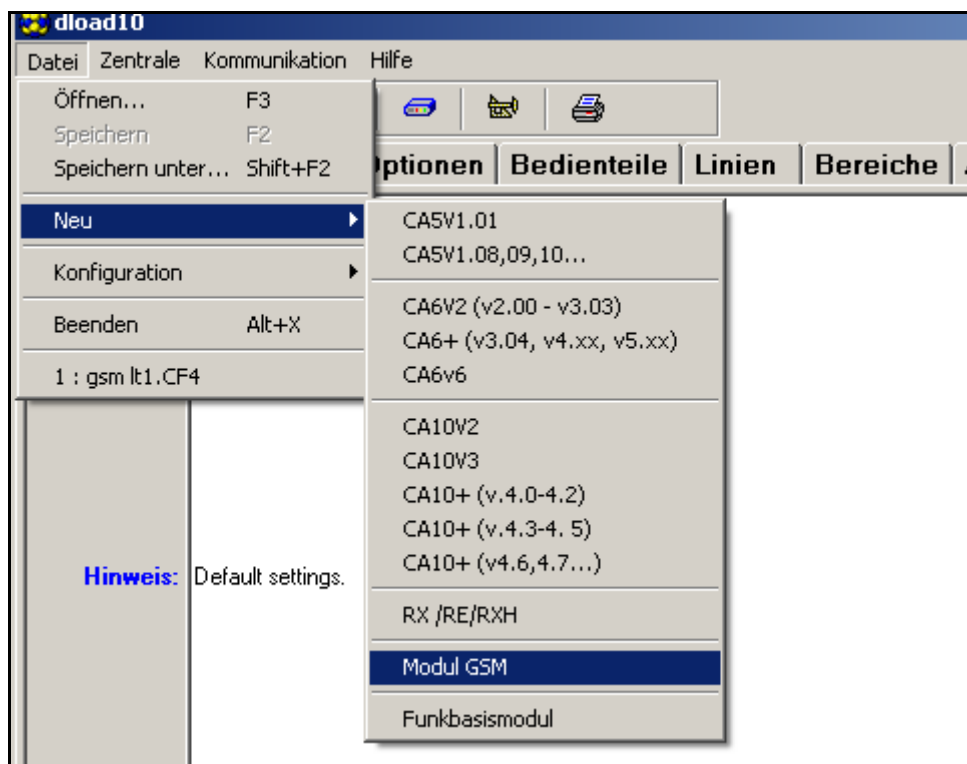

Abb. 8. Auswahl des GSM-Moduls nach dem Start des Programms DLOAD10.
2. Starten Sie das Programm DLOAD10, dann öffnen Sie das Menü „Datei“, wählen Sie den Befehl „Neu“, und danach „Modul GSM“ (siehe: Abb. 8).